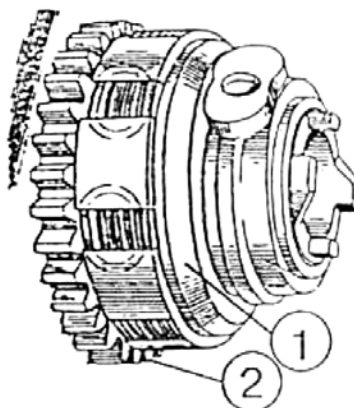

Рисунок 5.6
4) выньте из корпуса КП гидropоджимную муфту 1 (рисунок 5.6), в сборе, с шестерней 2;